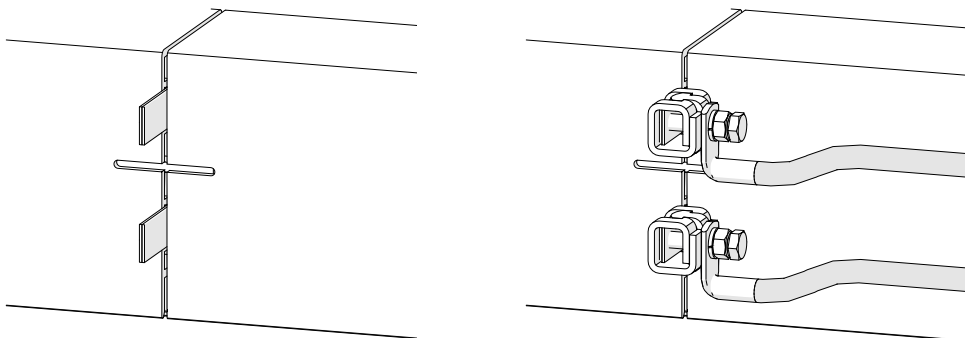

Abb. 51: Überwurfklemmen mit vormontiertem Kabelschuh bzw. vormontierter Leitung
- Die Überwurfklemmen mit vormontiertem Kabelschuh und Leitung über die Strombandenden schieben und bündig anliegend mit 5 Nm festziehen (siehe Abb. 51). Danach die Mutter für den Kabelschuh justieren.